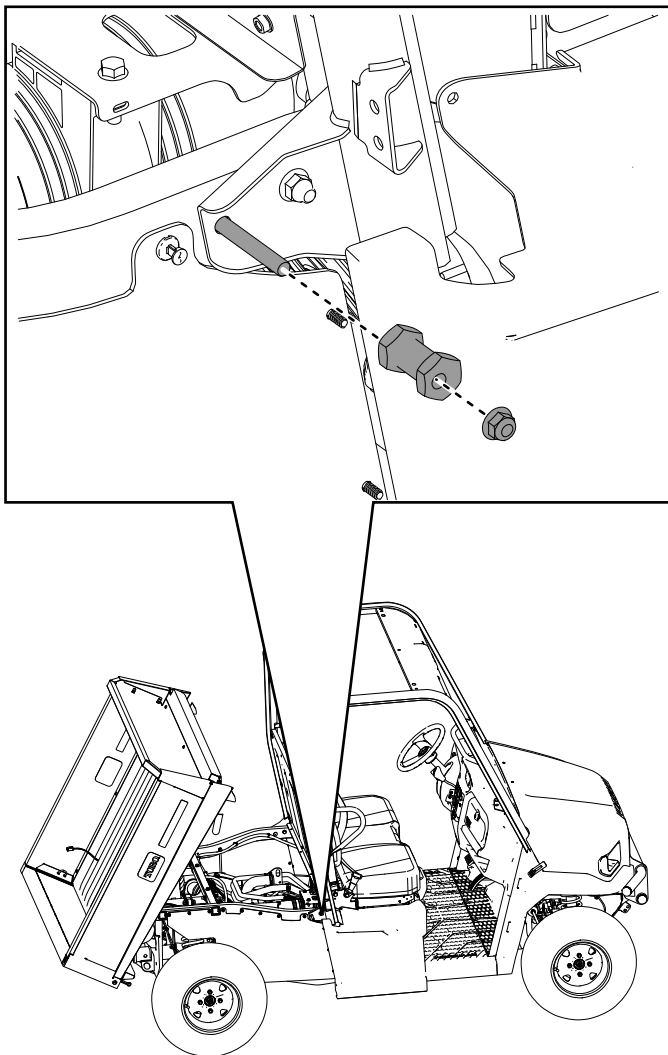

Figure 31
19. Installez les contre-écrous ( $\frac{3}{8}$  po) et les goupilles de verrouillage retirés précédemment sur les tubes arrière droit et gauche du cadre (Figure 31).